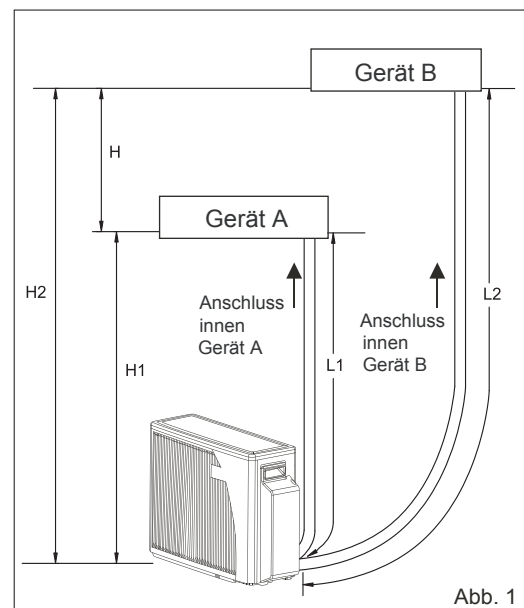

Abb. 1 ANMERKUNGEN:
4. Die max. Leistungslänge finden Sie in Abb. 1.